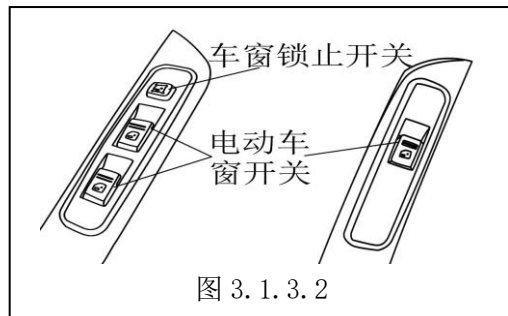

图 3.1.3.2
柄玻璃下降，逆时针转动玻璃则上升。（见图 3.1.3.1）
- b. 高配车型的前门配备电动车窗玻璃升降器，车窗开关分别设在左右车门的扶手上，开关下面为饮料瓶座，用于置放饮料瓶，拉起开关玻璃上升，压下开关玻璃下降，驾驶员车门上车窗开关前面的方形按钮为车窗锁止开关，用于驾驶员控制右前门玻璃的升降。（见图 3.1.3.2）